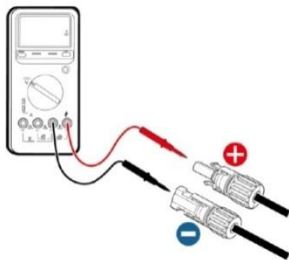

Fig 5.3 Misurazione della tensione d'ingresso CC
- (2) Dopo aver collegato il connettore CC, utilizzare un multimetro per misurare la tensione della stringa di ingresso CC, verificare la polarità del cavo di ingresso CC e accertarsi che la tensione di ciascuna stringa rientri nell'intervallo consentito dall'inverter, come illustrato nella Fig. 5.3.